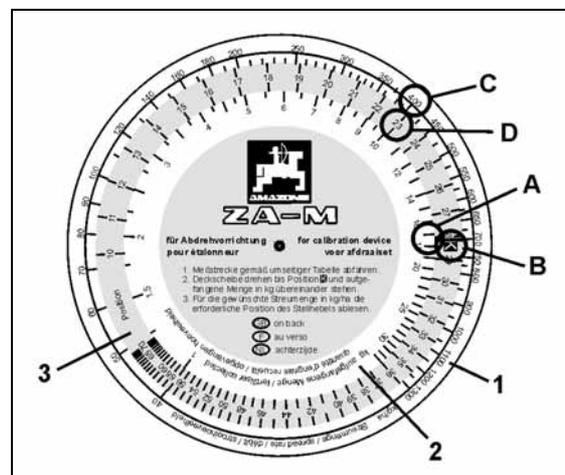

Fig. 53
7. Tomar el disco de cálculo para el dispositivo de corte. En la escala (Fig. 53/2) para cantidad recogida o recolectada [kg] buscar el valor "17,5" (Fig. 53/A) y hacer coincidir con la posición "K" (Fig. 53/B) de la escala coloreada (Fig. 53/3).
8. Buscar la cantidad deseada de dispersión (400 kg/ha) (Fig. 53/C) sobre la escala para la cantidad de dispersión (Fig. 53/1) y leer la posición requerida de corredera (Posición) "23" (Fig. 53/D).